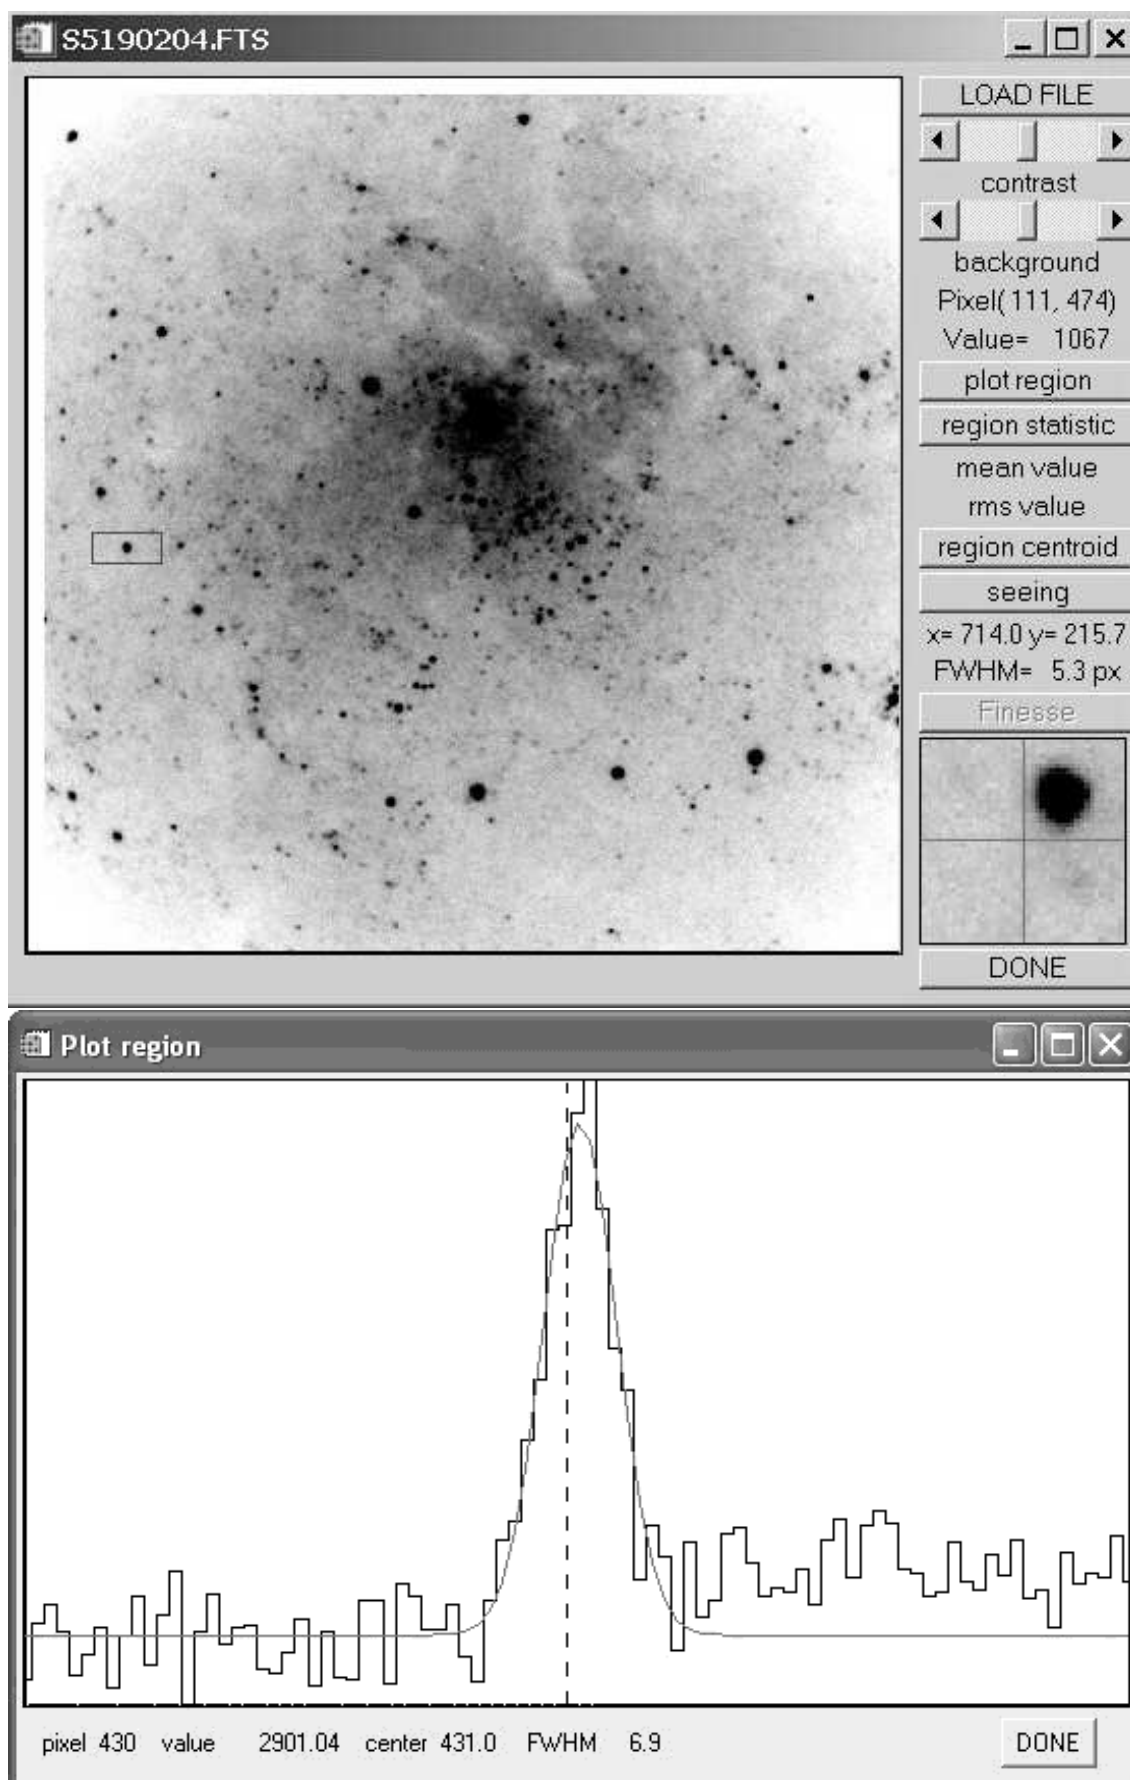

Рис. 16: Меню программы визуализации ПЗС-накоплений (вверху), и окно просмотра раз-
Меню программы показано на рис. 16. Кроме графического окна, где отображается анализируемое изображение, меню содержит следующие кнопки и окна:
**DONE** – выход из программы. В меню также отображаются текущие координаты курсора и значение интенсивности в данной точке. В правом нижнем углу меню показывается увеличенный фрагмент изображения вокруг курсора. Для выделения области следует установить курсор на изображение, нажать левую клавишу, и, не отпуская, двигать курсор для получения нужного размера. После этого отпустить левую клавишу. Если область сформирована, то при нажатии на правую клавишу, будет модифицирована шкала отображения интенсивности, в соответствии с гистограммой распределения отчетов в выделенном фрагменте. При нажатии клавиши **plot region**, появится окно (рис. 16), в котором будет отображен график разреза изображения. Этот график представляет собой средние значения интенсивности вдоль большей стороны выделенной прямоугольной области. Двигая курсор можно перемещать вертикальную пунктирную линию, отмечающую соответствующий канал разреза. Текущая координата вдоль разреза и интенсивность отображаются в нижней строке.